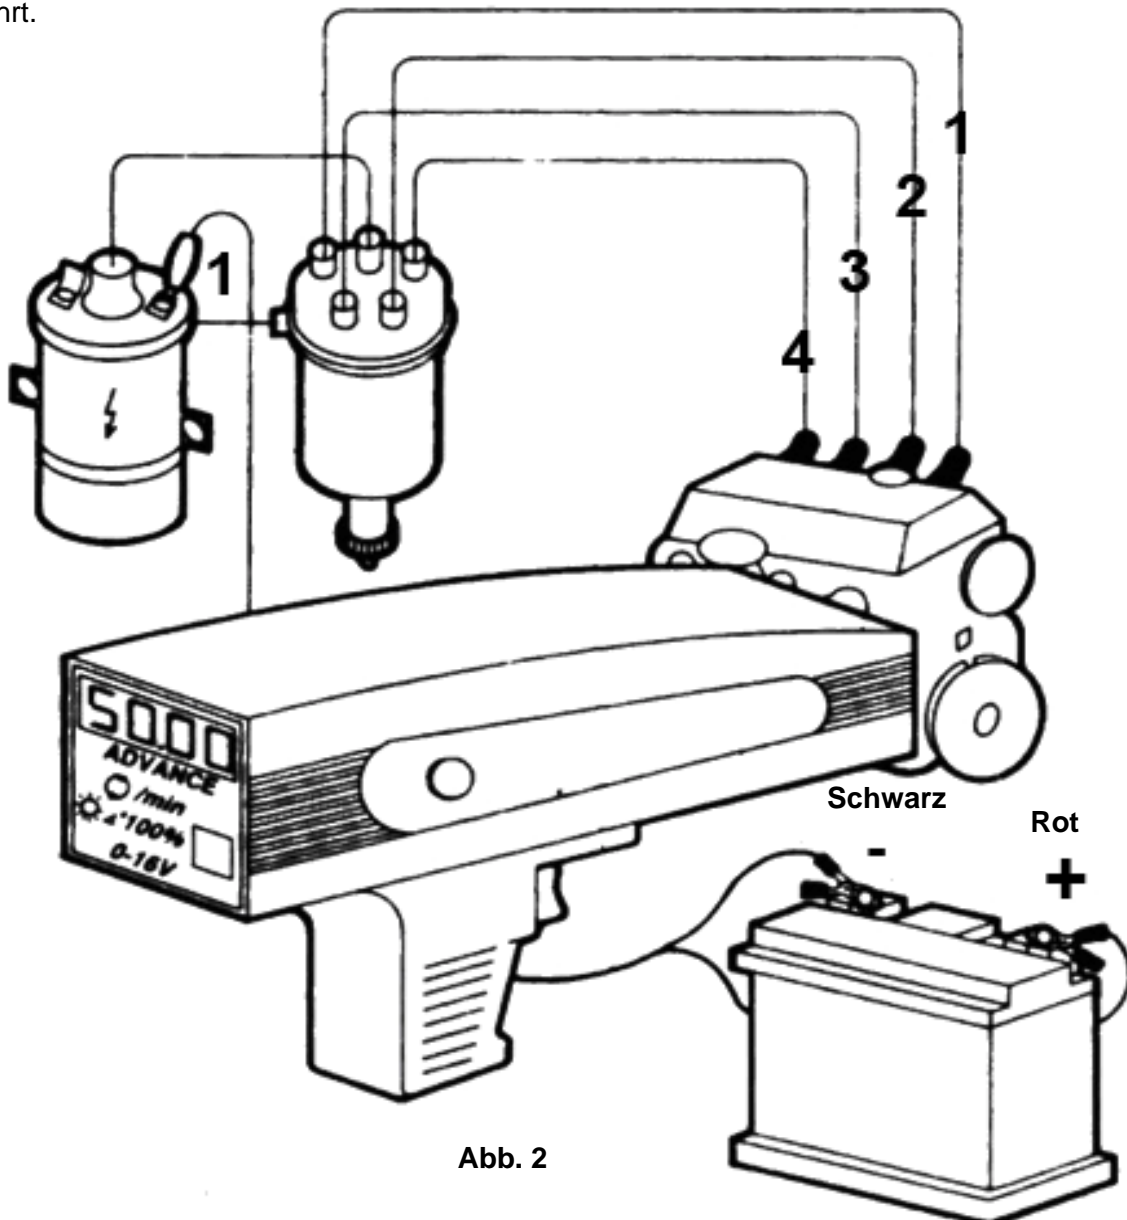

Abb. 2
Zündlichtpistole mit Ottomotor anklammern (wie in Abb. 2 gezeigt). Bringen Sie den Motor auf Betriebstemperatur und stellen sicher, dass die Unterbrecherkontakte oder der Schließwinkel richtig eingestellt sind.
1. Drücken Sie die Umschalt-Taster an der Zündlichtpistole bis der Bereich Schließwinkel eingestellt ist. (Siehe Abbildung 2)